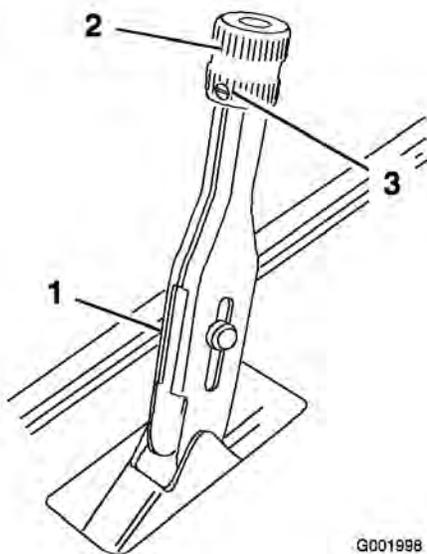

Figura 59
1. Desaperte o parafuso de afinação que fixa o manípulo à alavanca do travão de mão (Figura 59).